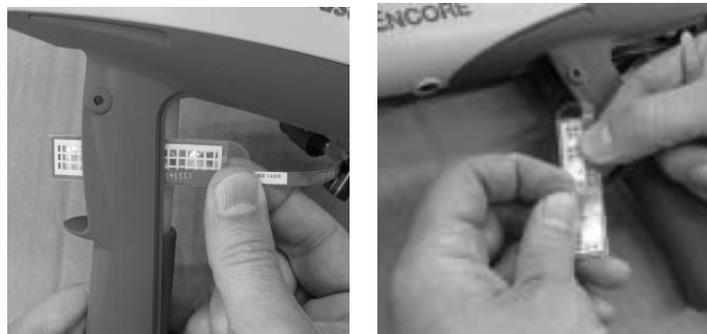

Figura 6-9 Instalação do interruptor dos gatilhos - passos 1 e 2
1. Consulte a figura 6-9. Oriente o interruptor novo com a grelha voltada para o lado oposto ao do tubo de entrada, depois enfie cuidadosamente a extremidade inferior do interruptor (23) em torno do lado esquerdo do tubo de entrada (25) e através da ranhura situada na cavidade dos gatilhos.